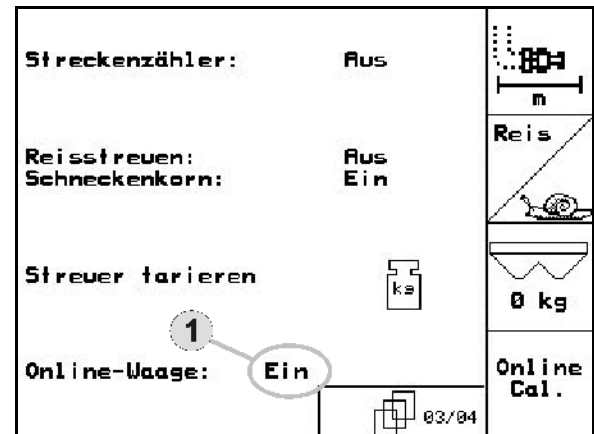

図 38
- 機械データメニュー: 「オンライン計量をオン」を呼び出します (図 38/1)。